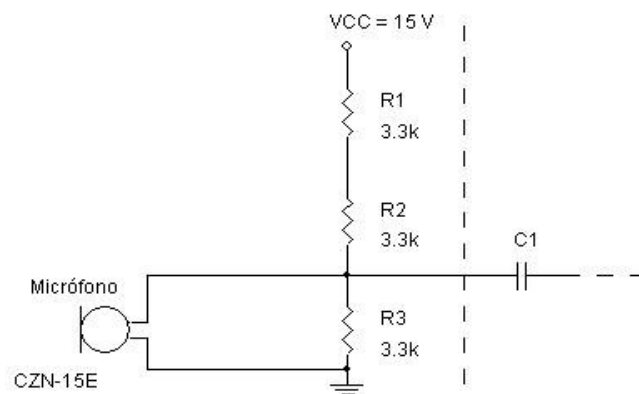

Figura 3
- Conectar el micrófono (modelo: CZN-15E) como se muestra en la Figura 3 y los parlantes en lugar de la resistencia de carga R_L , verificar su funcionamiento (el micrófono y los parlantes serán proporcionados en la practica).